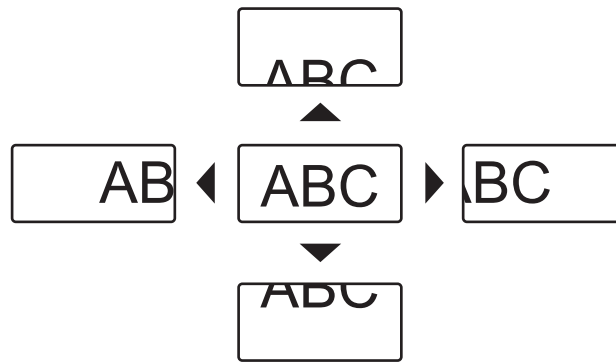

Fig. 1
- 5) Appuyez sur ▲▼◀▶ pour déplacer la position du zoom. (Fig. 1)